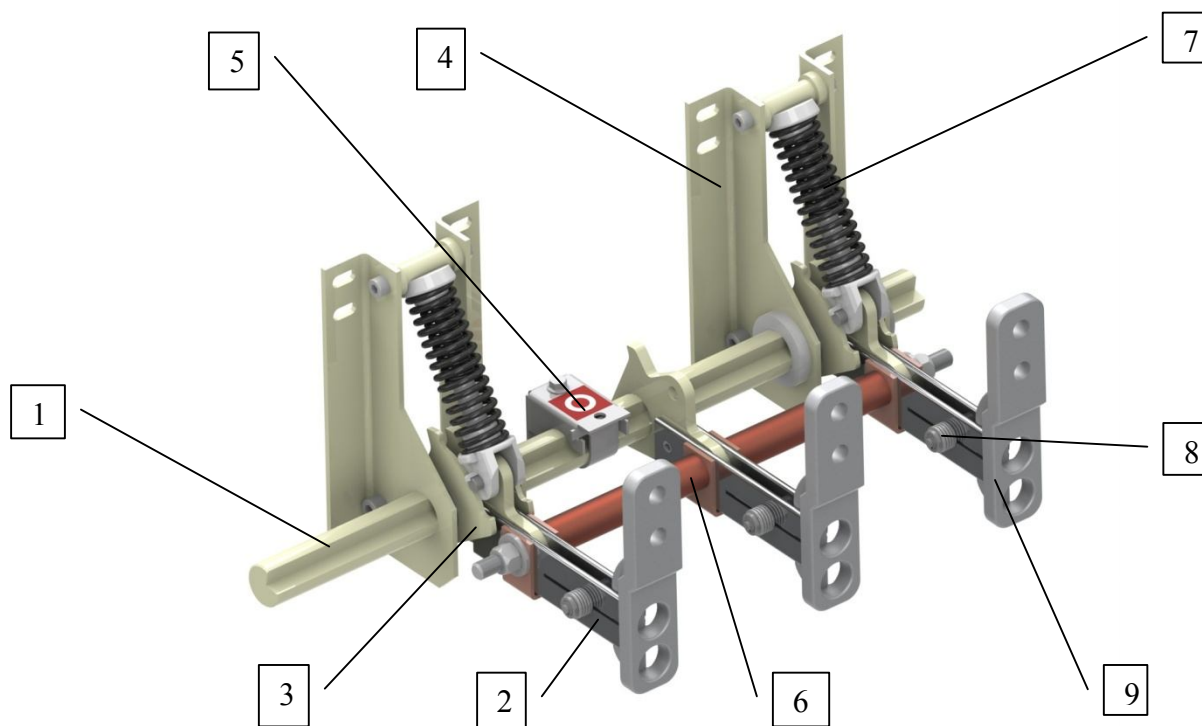
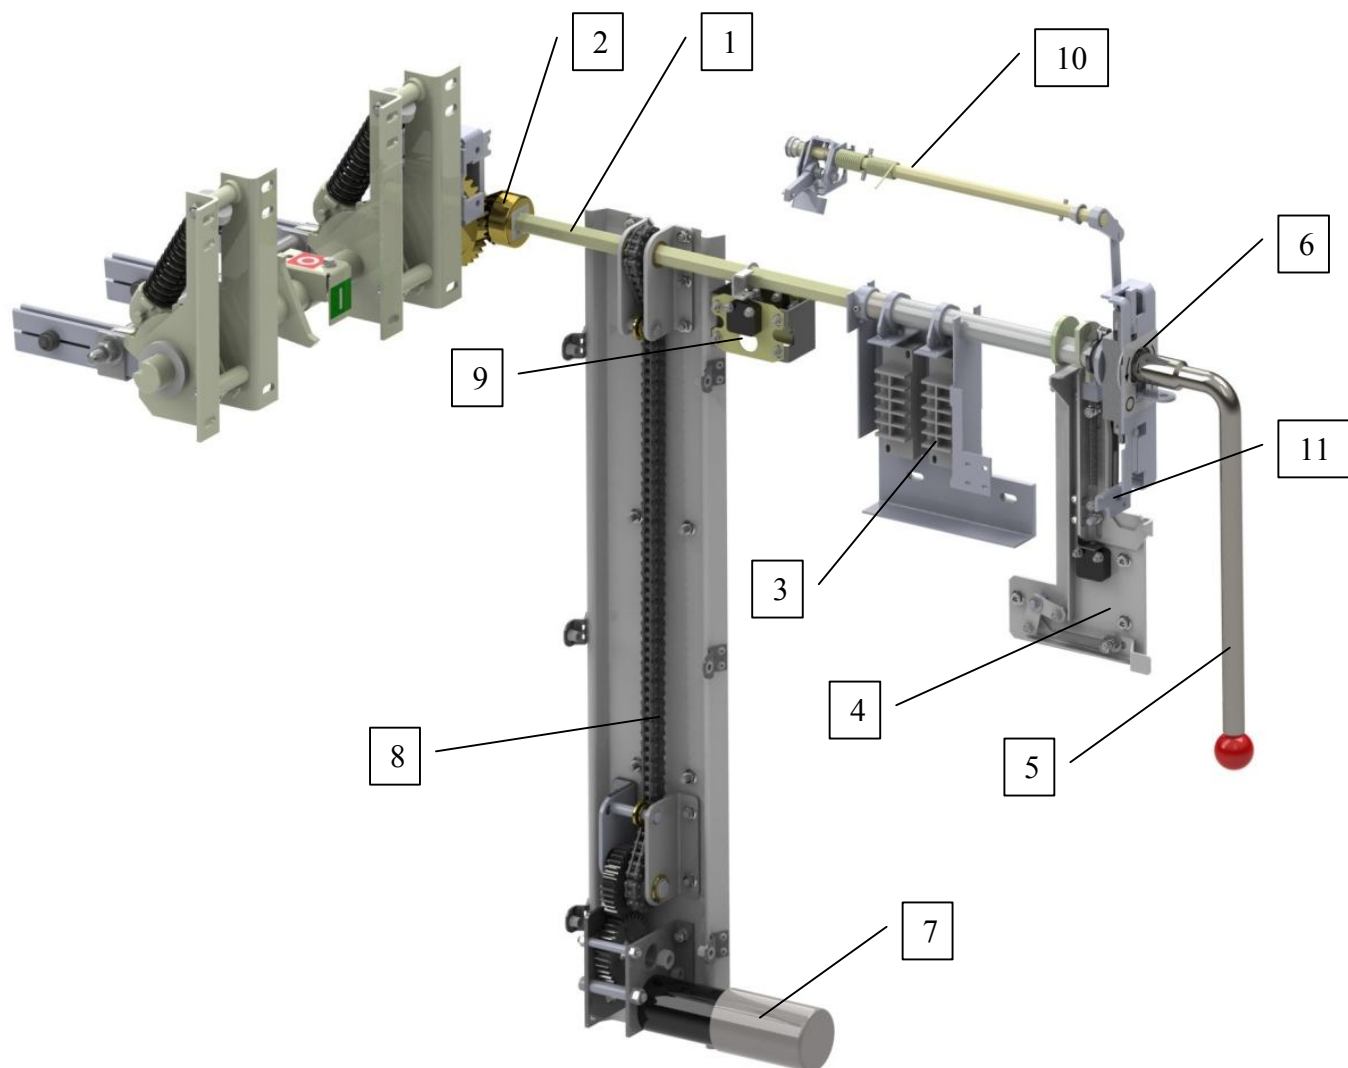

Рис. 2 Общий вид заземлителя
Рис. 4 Общий вид заземлителя с приводом.
1.4.1 Вал заземлителя 1 (Рис. 2), передающий движение подвижным контактам 2 через поворотные рычаги 3, вращается в отверстиях оснований 4. Основания жестко закрепляются на стенке распределительного устройства. На валу управления установлен механический указатель положения 5. Подвижные контакты жестко связаны между собой и электрически соединены токопроводящим стержнем 6. Каждая пара подвижных контактов имеет пружины поджатия 8, создающие необходимое усилие прижатия.
Фиксацию подвижных контактов, а также необходимые усилие и скорость включения заземлителя обеспечивают силовые пружины 7 (Рис.2).
1.4.3 Неподвижные контакты 9 (Рис.2) поставляются в комплекте с заземлителем и устанавливаются на токоведущих шинах распределительного устройства. Размеры и габариты присоединения неподвижных контактов указаны в Приложении 1.
1.5.3. В приводе с ручным управлением, вращение рукоятки оперирования 5 (Рис.4), передается через вал привода 1 и коническую зубчатую передачу 2, на вал заземлителя 1 (Рис.2). Блок контакты 3 (Рис.4), предназначены для передачи сигнала о положении заземлителя в схему вторичных соединений КРУ. Механическая блокировка 10 запрещает вкатывание выкатного элемента при включенном заземлителе и не позволяет производить оперирование заземлителем в рабочем и промежуточном положении выкатного элемента. Механическая блокировка 4 не позволяет производить открывание двери кабельного отсека при
1.5.4. В моторизованном приводе оперирование может производиться мотор – редуктором 7 (Рис.4), через цепную передачу 8 или рукояткой оперирования 5. Концевые переключатели 9 предназначены для отключения мотор – редуктора в крайних положениях вала привода 1. Механическая блокировка 11 блокирует дверь кабельного отсека при отключенном заземлителе. Габаритный чертеж привода приведен в Приложении 2.
- выкрутить винты *установочных колец* (см. рисунок 2) на 8-10 оборотов;
- 2.2.8 Для регулировки указателя положения контактов необходимо ослабить стягивающий болт и затем установить положение указателя на валу управления (см. рисунок 2).